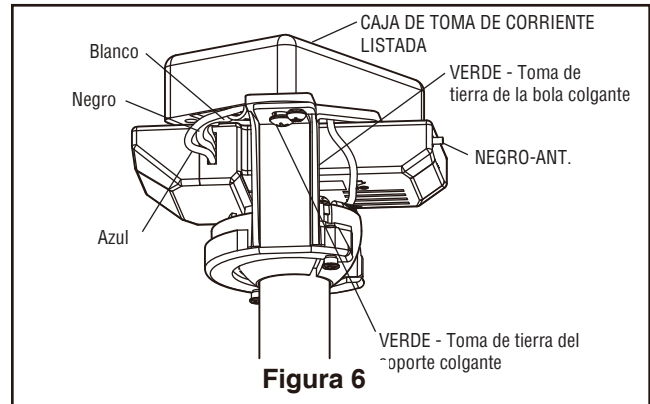

Figura 6
- ☐ 5. Una vez haya hecho las conexiones, coloque los cables hacia arriba y empújelos cuidadosamente hacia dentro de la caja de la toma de corriente, poniendo los cables blancos y verdes a un lado de la caja y los negros hacia el otro lado. Los cables deben ser colocados de forma extendida poniendo el conductor de la toma de tierra y el conductor de toma de tierra del equipo a un lado de la caja, colocando el conductor sin toma de tierra en el otro lado de la caja. (Figura 6)